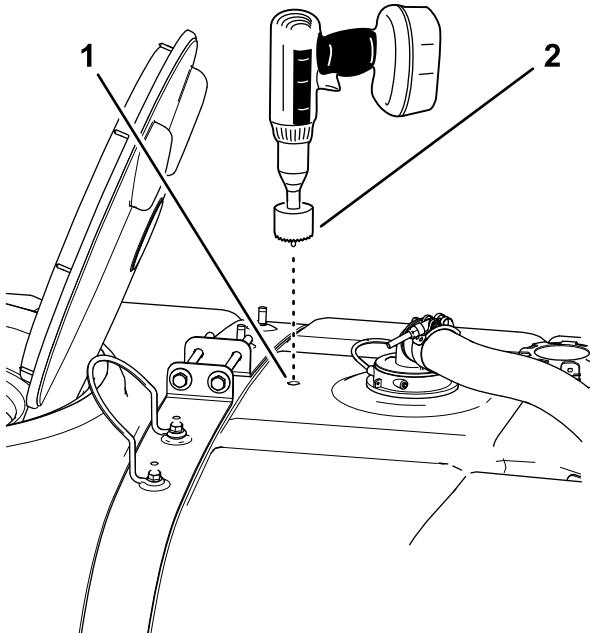

Figura 18
4. Utilice una broca de corona para perforar un taladro de 4,5 cm en la marca de perforación (Figura 18).